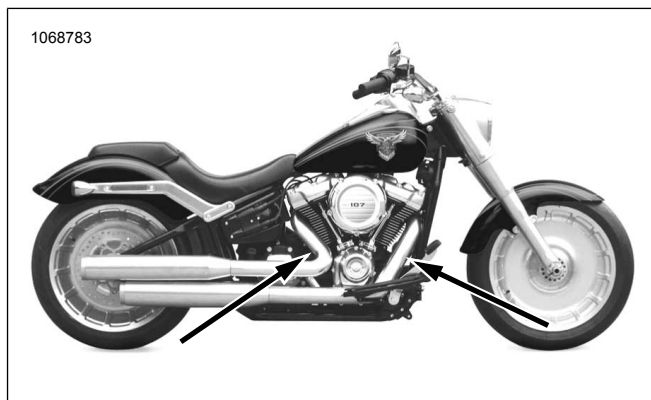

Figura 22. Localizações do sensor de oxigênio (lado interno dos canos de escape)
Veja Figura 22, Figura 52 e Tabela 5 Instale os sensores de oxigênio do coxim largo (2). Usando o soquete do sensor de oxigênio (Peça n.º HD-48262-A) aperte com torque de: